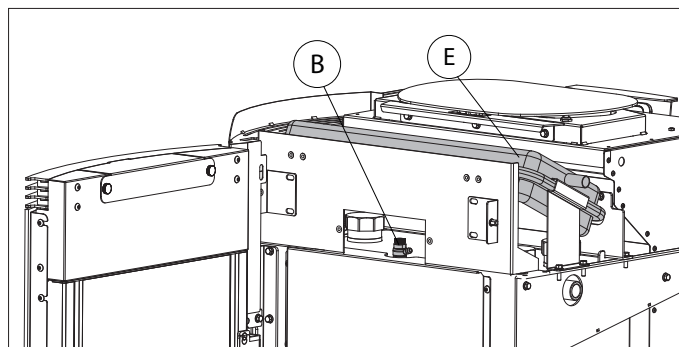

Fig. 6.3.1
6.3.1 Description du circuit de l'eau (Fig. 6.3.1/2)
6.3.2 Branchements hydrauliques (Fig. 6.3.1/2)
1) Brancher un tube de l'eau provenant du réseau au robinet d'arrivée d'eau L, ouvrir le reniflard B (Fig. 6.3.1), ouvrir le robinet d'arrivée d'eau M en faisant ainsi couler l'eau jusqu'au remplissage total du poêle. Fermer le reniflard et attendre l'obtention de la pression minimum de service (1 bar), qui peut être contrôlée à l'aide du manomètre dont le poêle est muni.
Ouvrir alors le reniflard B (Fig. 6.3.1), ouvrir le robinet de by-pass situé sur la soupape anti-condensat N, en faisant ainsi couler l'eau provenant de l'installation jusqu'au remplissage total du poêle. Fermer le reniflard et attendre l'obtention de la pression minimum de service (1 bar), qui peut être contrôlée à l'aide du manomètre dont le poêle est muni.